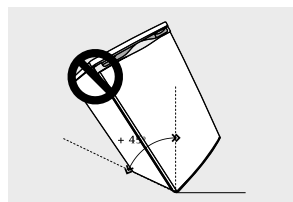

Figura 4
- No incline el refrigerador más de 45° mientras lo mueve. (Figura 4).